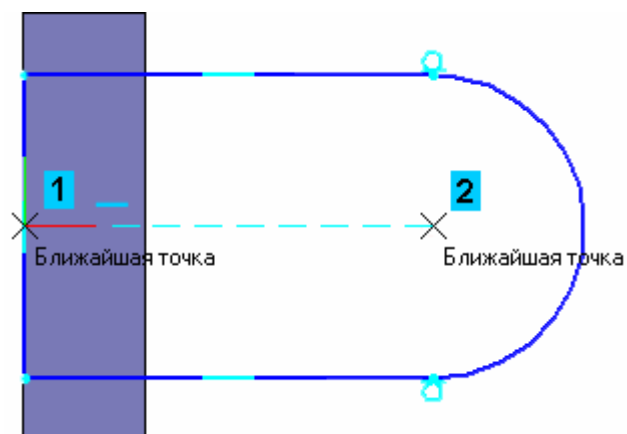

Рисунок 24.
- С помощью привязки Ближайшая точка укажите точку начала координат эскиза и точку центра дуги (рис. 24)